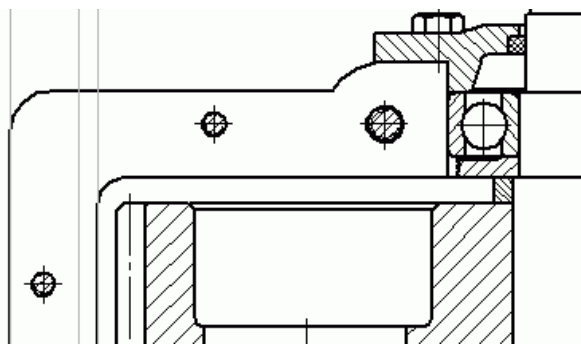

Рис. 2.108. Вспомогательные линии для построения корпуса редуктора
2. Как обычно, перед построением сформируем сетку вспомогательных линий. Используя команду Вертикальная прямая, постройте две прямые, проходящие через края левого фланца на виде сверху, а при помощи команды Параллельная прямая – одну прямую, на расстоянии 7,5 мм (толщина стенки крышки редуктора) от внутренней поверхности корпуса (рис. 2.108). Эти линии обозначат начало фланца и стенки крышки редуктора на виде сверху. Создайте такие же три линии на фланце со стороны шестерни. Еще одну прямую постройте параллельно горизонтальной осевой главного вида, выше ее на величину толщины фланца крышки. Она определяется при расчете корпусных деталей редуктора на прочность, в нашем случае равняется 10 мм.